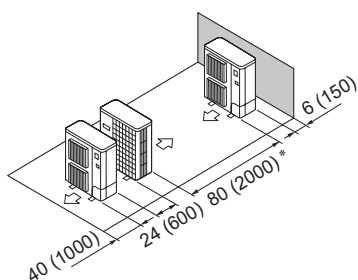

Fig. 2-15
- ⑤ Disposition pour un seul appareil parallèle (Fig. 2-15)